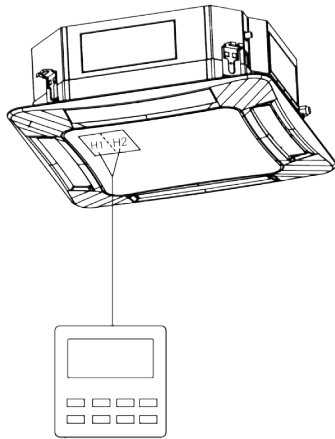
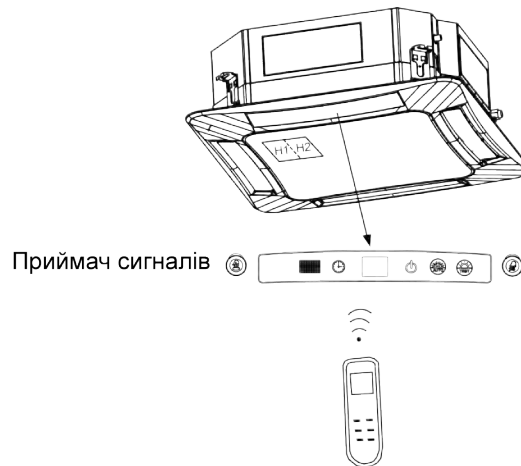

Рис. 5.4.1
Рис. 5.4.2
1) Провідний контролер зображений на Рис. 5.4.1, безпроводний контролер зображений на Рис. 5.4.2, приймач сигналів постачається у комплекті з панеллю як стандартний аксесуар.